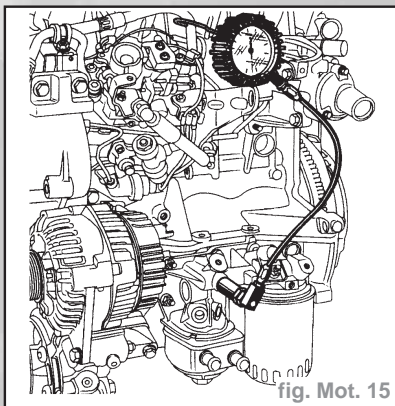

fig. Mot. 15
- Brancher le manomètre à la place du contacteur à l'aide de la douille de 22 longue pour déposer le manocontact (fig. Mot. 15).